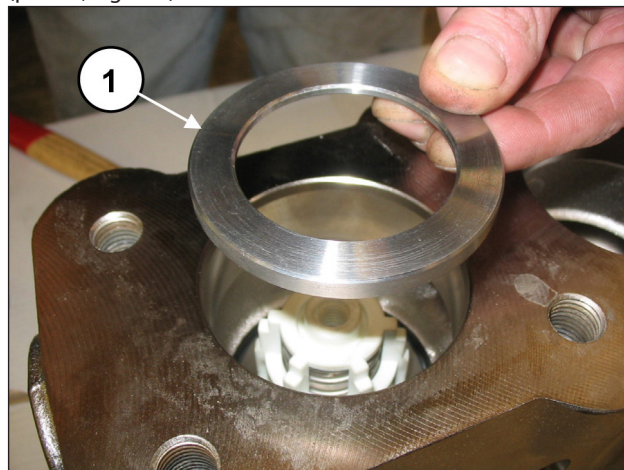
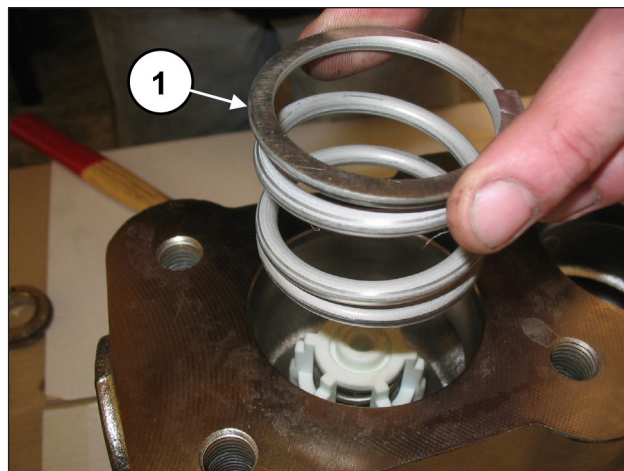

Fig. 102
Fig. 103
Inserire l'anello sede valvola (pos. ①, Fig. 102) e la molla (pos. ①, Fig. 103).